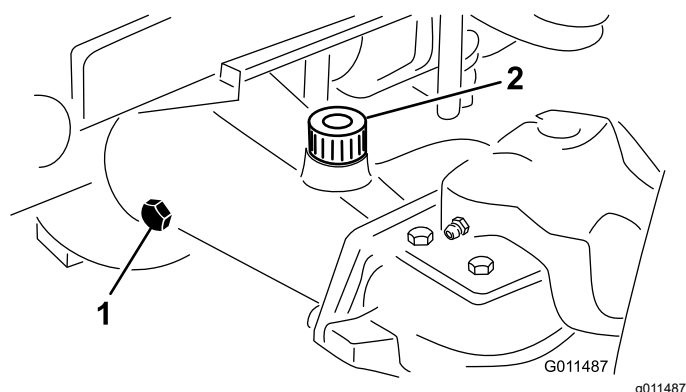

Bild 105
- Entfernen Sie eine Prüfschraube aus einem Ende der Achse und stellen sicher, dass das Öl die Unterseite des Lochs erreicht (Bild 105).